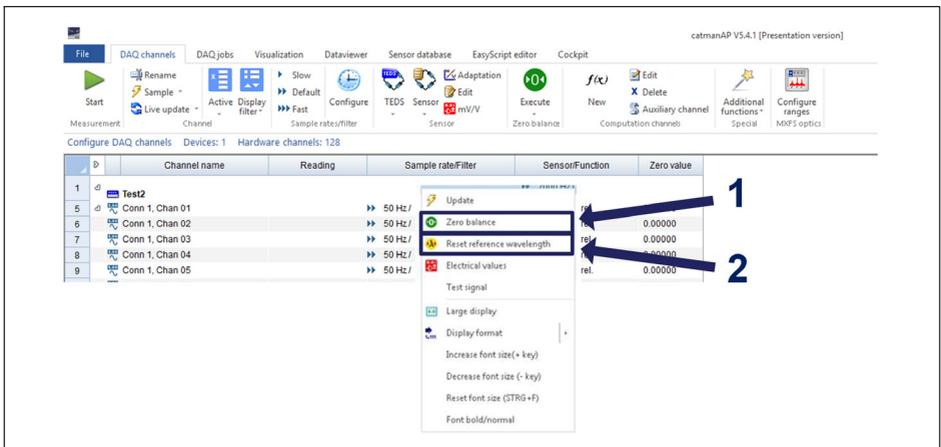

Abb. 4.27 Nullstellen und Reset Referenzwellenlänge
- ▶ Alternativ klicken Sie mit der rechten Maustaste auf die Zeile zum Nullstellen und wählen Sie die Option **Zero Balance** (Nullstellen) (Ziffer 1 in Abb. 4.27).
- ▶ Klicken Sie mit der rechten Maustaste auf die Zeile, die zurückgesetzt werden soll, und wählen Sie die Option **Reset reference wavelength** (Reset Referenzwellenlänge) (Ziffer 2 in Abb. 4.27).